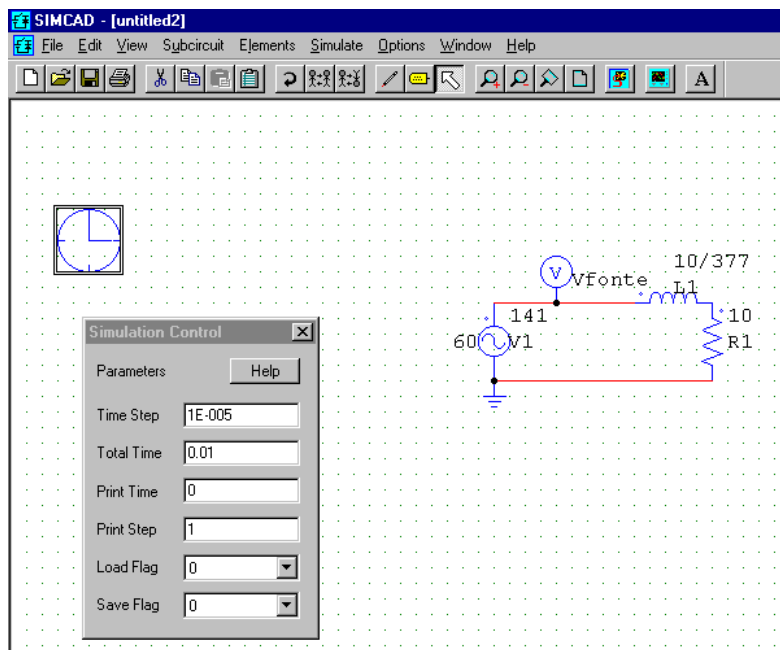

Figura 4: Menu de Controle da Simulação “Simulation Control”.
- f. No menu “Simulate” acessar o a opção “Simulation Control” e arrastá-lo para a área de trabalho (Figura 4);
- h. Com os parâmetros indicados na Figura 4, pressionar o botão  “**Run Simulation**”. Após o término da simulação será aberto o programa de visualização de formas de onda “**Simview**”, que permite: *(apenas estou listando, não é para fazer!!!)*